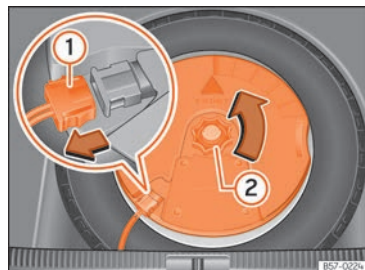

Abb. 185 Im Gepäckraum: Subwoofer ausbauen.
- Ziehen Sie das Subwoofer-Lautsprecherkabel heraus »» (Abb. 185) ①.
- Drehen Sie das Befestigungshandrad entgegen dem Uhrzeigersinn heraus »» (Abb. 185) ②.